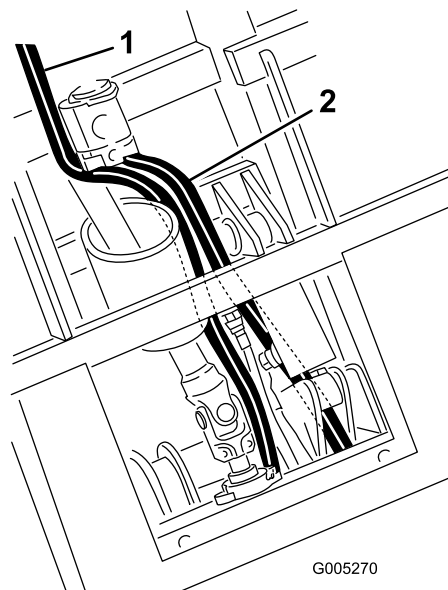

Figure 19
- Acheminez le flexible de réservoir sous le vérin de levage, entre les supports, jusqu'au distributeur (Figure 19).
- Acheminez le flexible de pression le long de l'arbre de PDF jusqu'au distributeur (Figure 19).